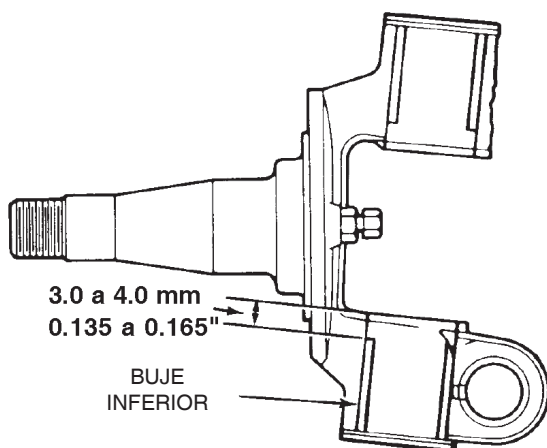

Figura 64
9. Prensa el buje hasta que el mismo esté de 3.0 a 4.0 mm (0.135 a 0.165") desde el fondo del alojamiento. Figura 64.